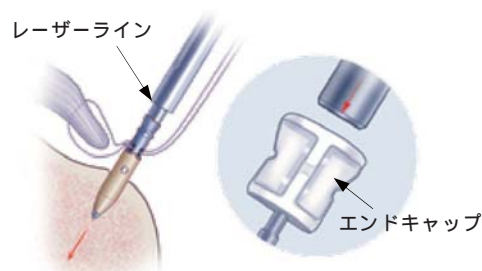

図 2
6. マレットでインサーターの後部をタッピングし、アンカーを骨に挿入します。インサーターのプッシャーに付してあるレーザーラインが骨に接触するまでタッピングします (図 2)。骨表面が固い場合は、専用のオウル\*で骨孔を作成します。インサーターの後端にエンドキャップを取り付けるとマレットに当たる部分が広くなり、タッピングしやすくなります。